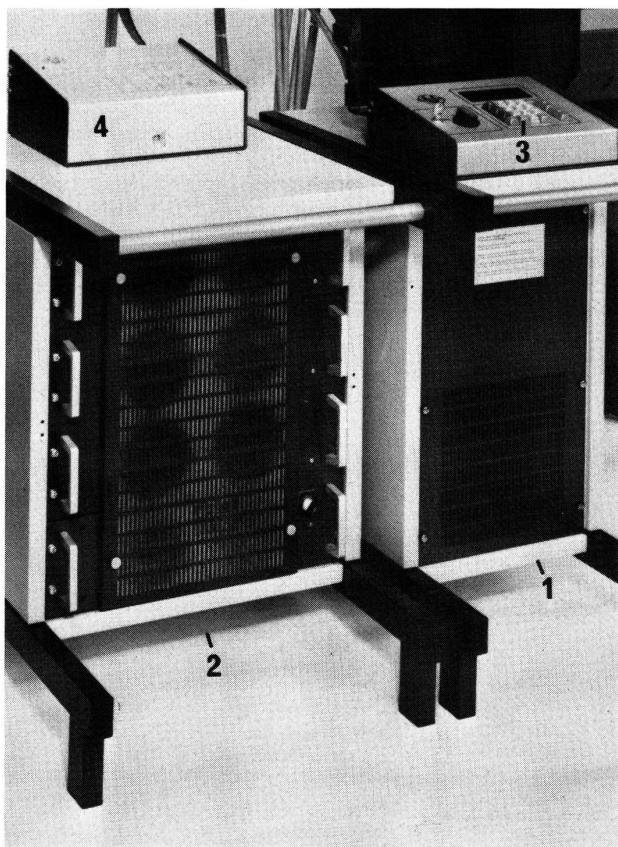

Abb. 9
Die Steuereinrichtung wird gebildet aus der Hauptsteuerung (1, Abb. 9) und der Zusatzsteuerung (2) für die Fadenführerverstelleinrichtung. Beide Einrichtungen sind konzipiert auf der Basis modernster Mikroprozessoren-Technologie und arbeiten mit dem bewährten, einfachen Universal-Programmier-System ohne künstliche Programmiersprache. Das Programmier-System arbeitet im Dialogverfahren mit Klartext-Anzeige. Es wird charakterisiert durch einen sehr logischen Datenaufbau für